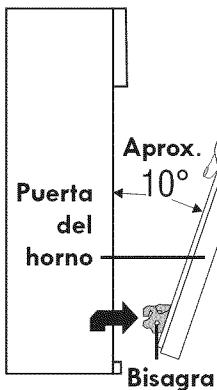

Figura 4C
3. Sostenga firmemente ambos lados de la puerta del horno en sus costados (no use la manija de la puerta - vea la Figura 4C).